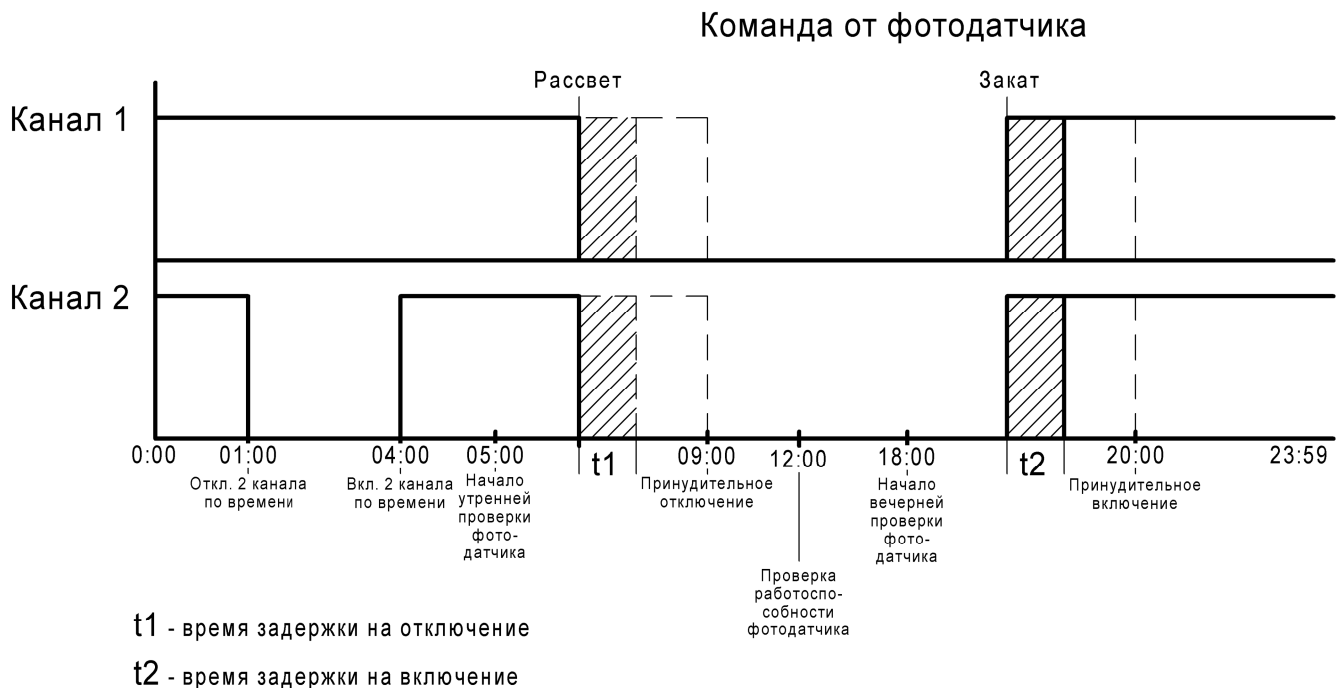

Рис.1 Диаграмма работы фотореле
Для исключения влияния факторов временного затемнения или засветки фотодатчика природными факторами (тучи, гроза), граница освещения в сумеречное время, засветка фарами автомобилей, а также для коррекции времени включения или отключения освещения. См. Рис.1
8.1 Данное устройство содержит двухканальную схему управления освещением. См. Рис.1
При этом фотореле переходит в режим принудительного управления включением и отключением каналов. Канал 2 после включения продолжит работу в соответствии с имеющимися настройками. См. Рис.1